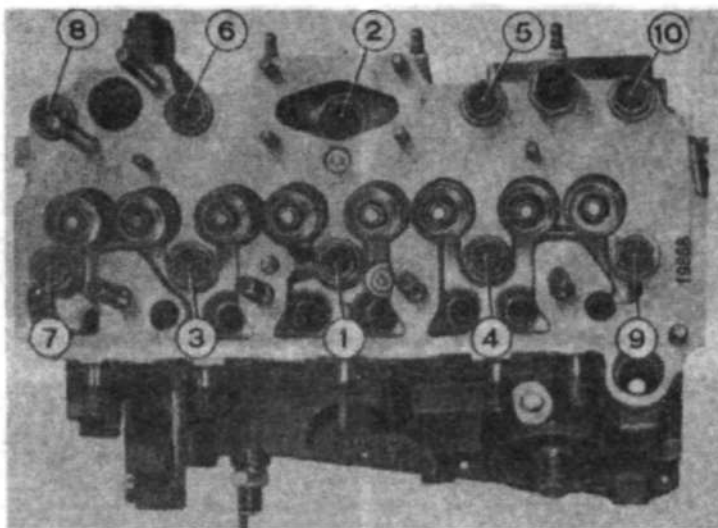

Рис. 1.19. Последовательность затяжки болтов головки цилиндров (разделы 11 и 53).
8. Постепенно затянуть болты головки цилиндров до нужного момента в последовательности, показанной на рис. 1.19.